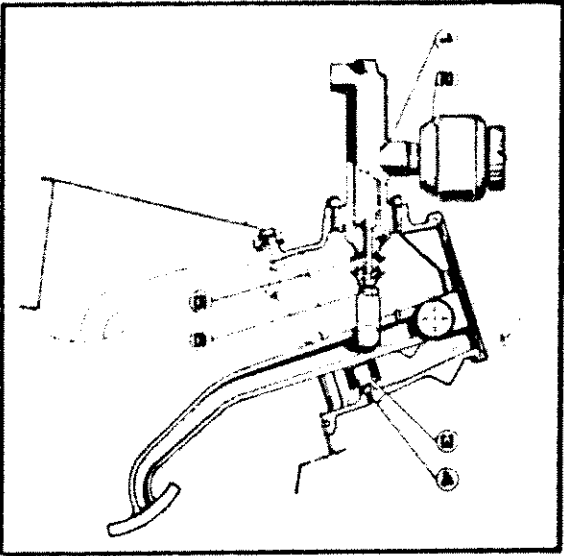
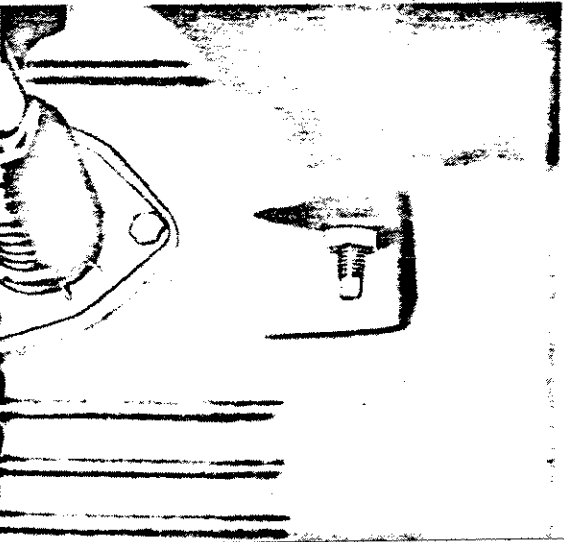

Fig. 28
Fig. 29
- La frizione è del tipo monodisco a secco comandata idraulicamente. Periodicamente controllare il livello del liquido nel serbatoio della pompa idraulica (fig. 3/b). Il pedale della frizione deve avere una corsa a vuoto di 10-15 mm circa (fig. 28). Se tale gioco diminuisce, ripristinare
- The single-plate dry clutch is hydraulically operated. Periodically check the fluid level in the master cylinder (Fig. 3 b). The clutch pedal must have an idle stroke of approx. 10-15 mm. (Fig. 28). If such clearance diminishes, restore the idle stroke by use of the special adjusting screw (Fig. 29).
la corsa a vuoto, agendo sull'apposito registo a vite (fig. 29).
Le pédale d'embrayage doit avoir une course à vide d'à peu près 10-15 mm (fig. 28). Si le jeu diminue, rétablir la course à vide, en agissant sur la vis de réglage (fig. 29).